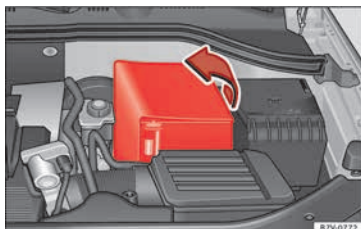

Fig. 250 En el vano motor: despliegue la cubierta de la batería del vehículo.
- *En el caso de una cubierta:* retire la cubierta desplegándola hacia un lado » **fig. 250**.